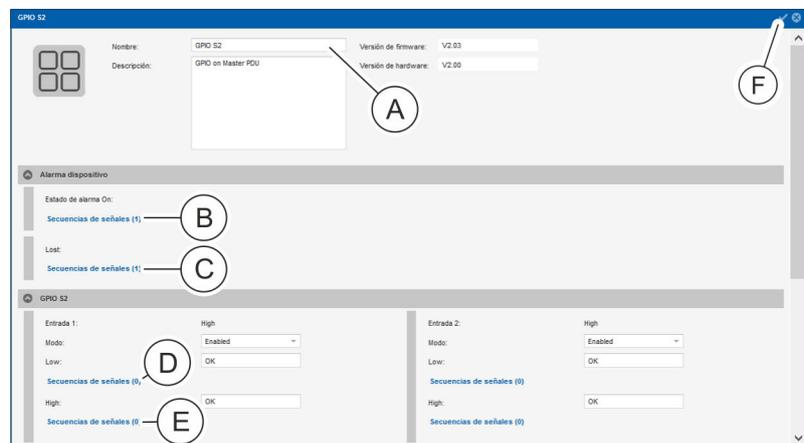

Fig. 133: Menú "Estado" – pestaña "Sensores" (vista detallada)
6. ➤ En caso necesario, cambie el nombre del módulo GPIO seleccionado y añada una descripción (Fig. 133/A).
7. ➤ En caso necesario, asigne una secuencia de señales a la entrada correspondiente a la señal Low con el botón "Secuencias de señales" (Fig. 133/D).
11. En caso necesario, asigne una secuencia de señales a la entrada correspondiente a la señal High con el botón "Secuencias de señales" (Fig. 133/E) (de forma análoga a los pasos 8-10).
12. En el campo "Alarma dispositivo", configure una secuencia de señales para "Estado de alarma Lost" y para "Estado de alarma OK" en caso necesario. Para ello, haga clic en el botón "Secuencias de señales" (Fig. 133/E o bien C).
14. Guarde la configuración con el botón "Guardar" (Fig. 133/F).